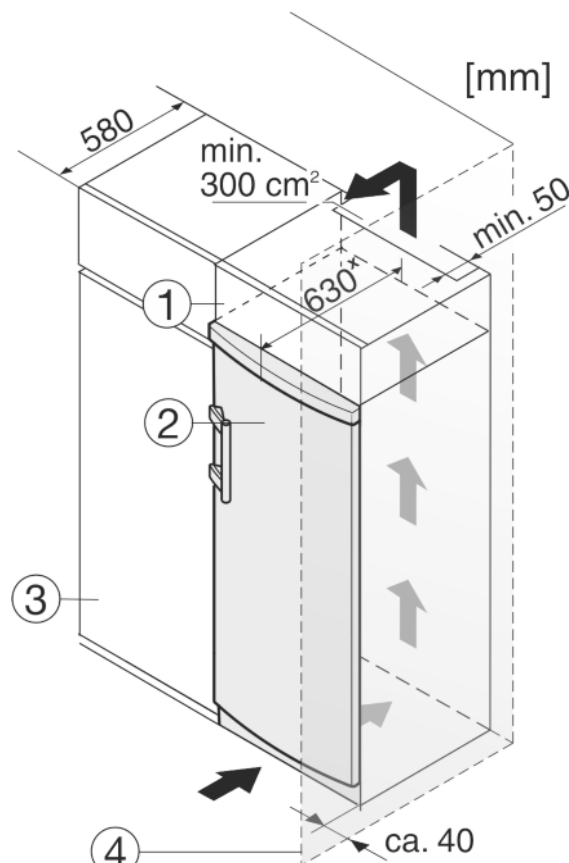

Fig. 10
Het apparaat kan in keukenkasten worden ingebouwd. Om het apparaat Fig. 10 (2) aan de hoogte van het keukenblok aan te passen, kan boven het apparaat een opzetkast Fig. 10 (1) worden aangebracht.
Bij een ombouw met keukenkasten (diepte max. 580 mm) kan het apparaat direct naast de keukenkast Fig. 10 (3) worden geplaatst. Het apparaat steekt aan de zijkant 34 mm^x en in het midden 50 mm^x uit ten opzichte van het keukenkastfront.
Plaatst u het apparaat met de scharnierkant naast een muur *Fig. 10 (4)*, dan moet de afstand tussen apparaat en muur minstens 40 mm bedragen. Dit in verband met het uitsteken van de deurgreep bij een geopende deur.